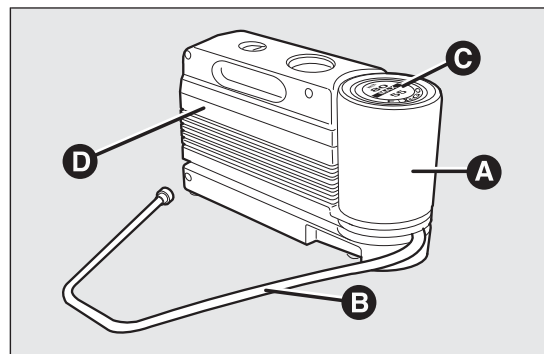

fig. 102
El kit fig. 102 incluye:
- ☐ un compresor D fig. 102 con manómetro y racores, que se encuentra en el compartimento;